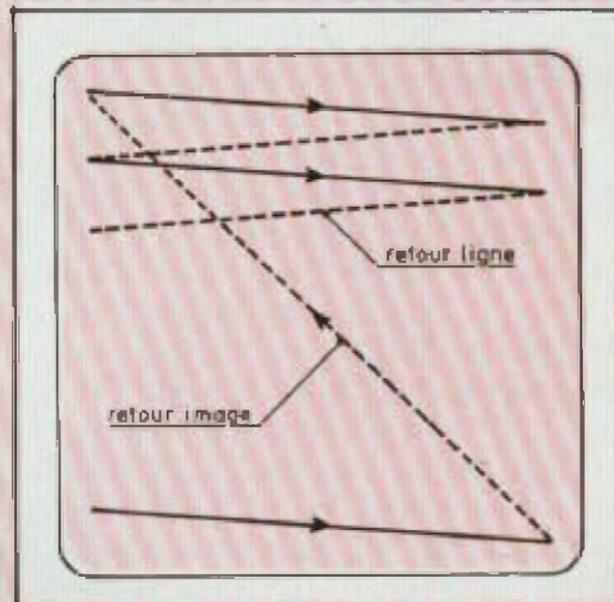

Fig. 1 : Balayage écran.
**A**vant de rentrer dans les détails des différents circuits électroniques, nous allons rappeler brièvement le principe de base d'un écran cathodique à balayage. Celui-ci repose sur la génération séquentielle de lignes sur toute la surface de l'écran (625 lignes pour la norme française). Une image est donc explorée suivant des lignes horizontales successives, chaque ligne pouvant elle-même être divisée en points élémentaires. A chaque bout de ligne, le spot passe à la ligne suivante par un retour de la gauche vers la droite, le retour se faisant le plus rapidement possible et étant invisible pour le spectateur. De la même façon (figure 1) lorsqu'une image a été décrite entièrement, le spot revient à sa position initiale en haut à gauche de l'écran. Pour pouvoir générer une image, un poste de TV nécessite donc le signal vidéo proprement dit, contenant l'information de luminosité et les signaux de synchronisation ligne et image qui permettent le balayage de l'écran. La somme des signaux de vidéo et de synchronisation formera le signal vidéo composite.